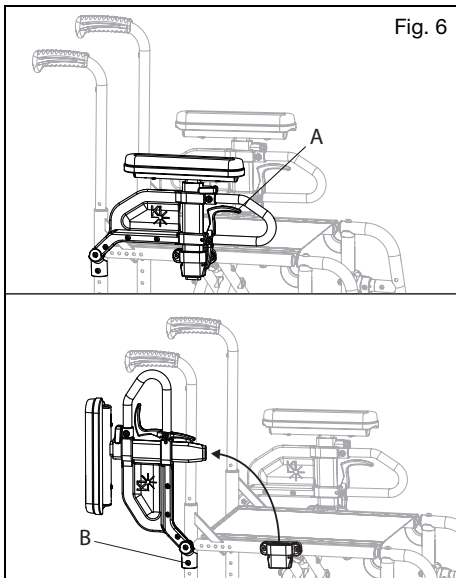

Fig. 6
La tensión que se siente durante el giro del apoyabrazos se puede disminuir o aumentar apretando o aflojando el perno (Fig. 6:B).
- Para volver a girar el apoyabrazos, tire de la palanca de liberación (Fig. 6:A) hacia arriba, luego alce el apoyabrazos hacia arriba y hacia atrás.